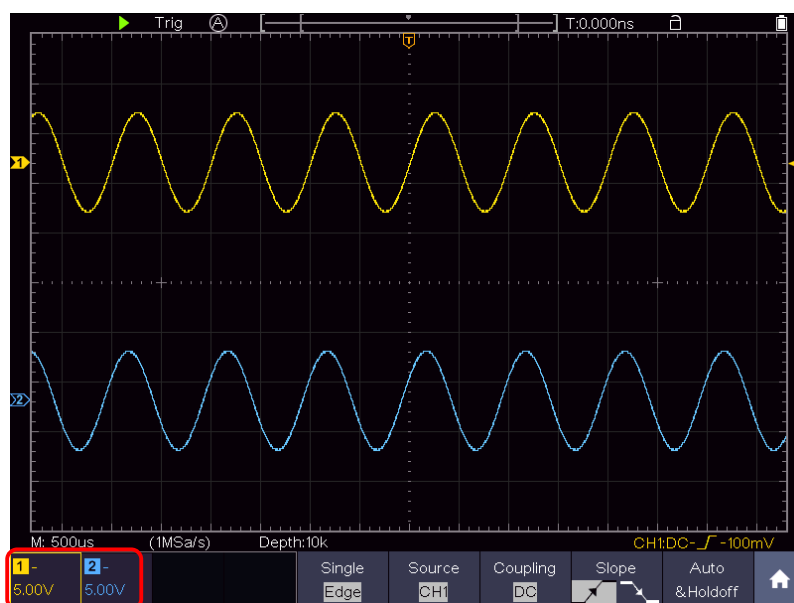

Рисунок 4-13. Вертикальный масштаб
Разрешение регулировки зависит от установленного вертикального масштаба. При вращении регулятора указатель опорного уровня земли выбранного канала перемещается вверх или вниз вместе с осциллограммой; показание положения в центре экрана изменяется соответственно (см. рисунок 4-13).
2. Нижний регулятор задаёт вертикальный масштаб выбранных осциллограмм. Чувствительность изменяется с шагом 1–2–5. Вертикальный масштаб отображается в левом нижнем углу экрана (см. рисунок 4-13).